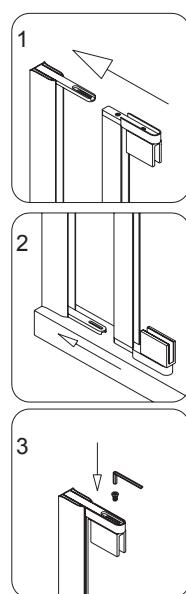

Рис. 4
- Вставьте собранный стеклянный профиль для стеклянной двери (2) в профиль настенный для стеклянной двери (1). Закрепите верхний поворотный узел (7) и поворотный фиксатор (8) при помощи болта с шестигранным отверстием в головке M6×12 (18). См. рис. 4 для более подробной информации.
- Обратите внимание, что стеклянная дверь (3) очень тяжелая и вам понадобится помочь еще 1го или 2х человек, который будут держать дверь во время выполнения следующего этапа установки.